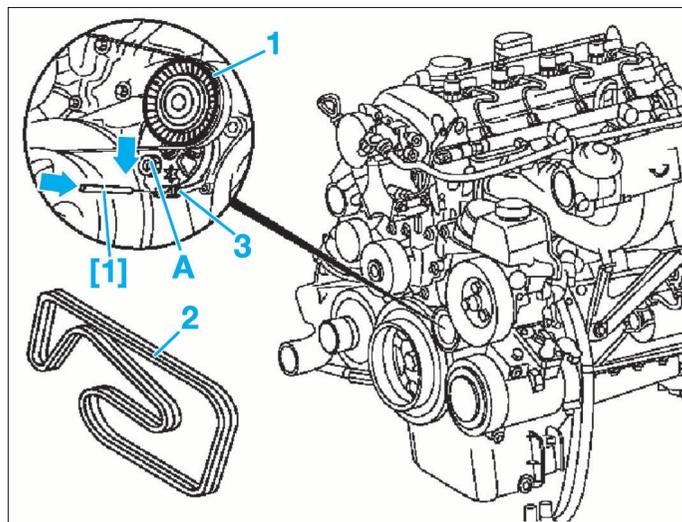

FIG. 38
- Basculer à l'aide d'une clé appropriée insérée en (A) le tendeur (1) de courroie d'accessoires (2) (Fig.38).